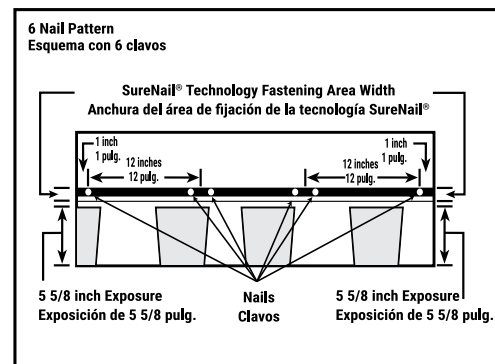

Fig. 4B Mansard or Steep Slope Fastening Pattern
- Todas las tejas instaladas en el perímetro del techo deben sellarse a mano con cuatro toques de 1 pulgada de cemento asfáltico que cumpla con la norma ASTM D4586. Consulte la **Fig. 4B**
Place fasteners 6 1/8 inches from bottom edge to penetrate both layers of the shingle. Fasteners should be located 6 1/8 inches above the butt edge of the shingle, regardless of whether they are in the granules or the SureNail® Technology fastening area. See Fig. 4B.
REQUIRED: For slopes exceeding 60 degrees or 21 inches per foot, install 6 fasteners and 4 spots of asphalt roof cement per shingle. Immediately install a 1 inch diameter spot of asphalt roof cement under each shingle tab, centered 2 inches up from the bottom edge of the shingle tab. Center asphalt roof cement 2 inches up from bottom edge of shingle tab. See Fig. 4B.
Coloque los sujetadores a 6 1/8 pulg. del borde inferior para asegurar ambas capas de la teja. Los sujetadores deben colocarse a 6 1/8 pulgadas por encima del extremo inferior de la teja, sin importar si es sobre los granulos o el área de sujeción SureNail® Technology. Ver la Fig. 4B.
REQUISITOS: En el caso de las pendientes que superen los 60 grados o 21 pulgadas por pie, utilice seis sujetadores y cuatro puntos de cemento asfáltico para techos por teja. Aplique inmediatamente un punto de cemento asfáltico para techos de 1 pulgada de diámetro debajo de cada lengüeta de las tejas. Coloque el cemento asfáltico para techos a 2 pulgadas del borde inferior de la lengüeta de la teja. Ver la Fig. 4B.